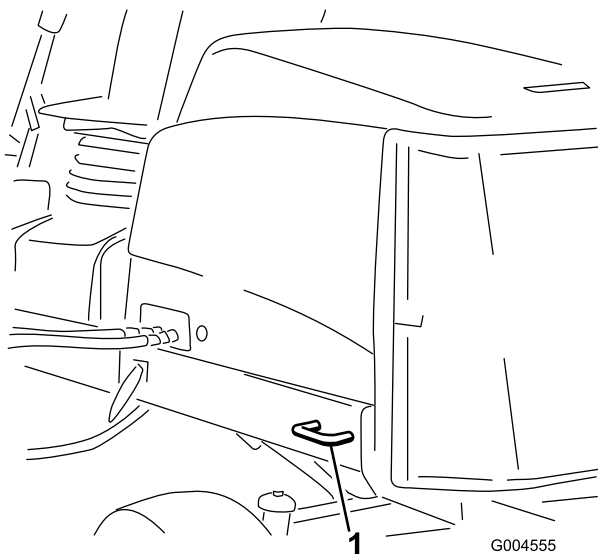

Bild 56
- **Heck der Maschine:** Jede Maschinenseite am Hinterrahmen (Bild 56).